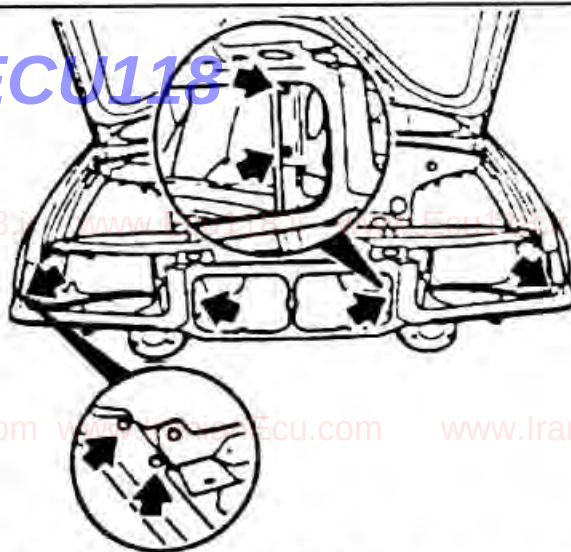

Рис. 15-4. Стрелками показаны болты крепления панели облицовки радиатора
• Отвернуть болты крепления облицовки радиатора к передним крыльям (рис. 15-4).